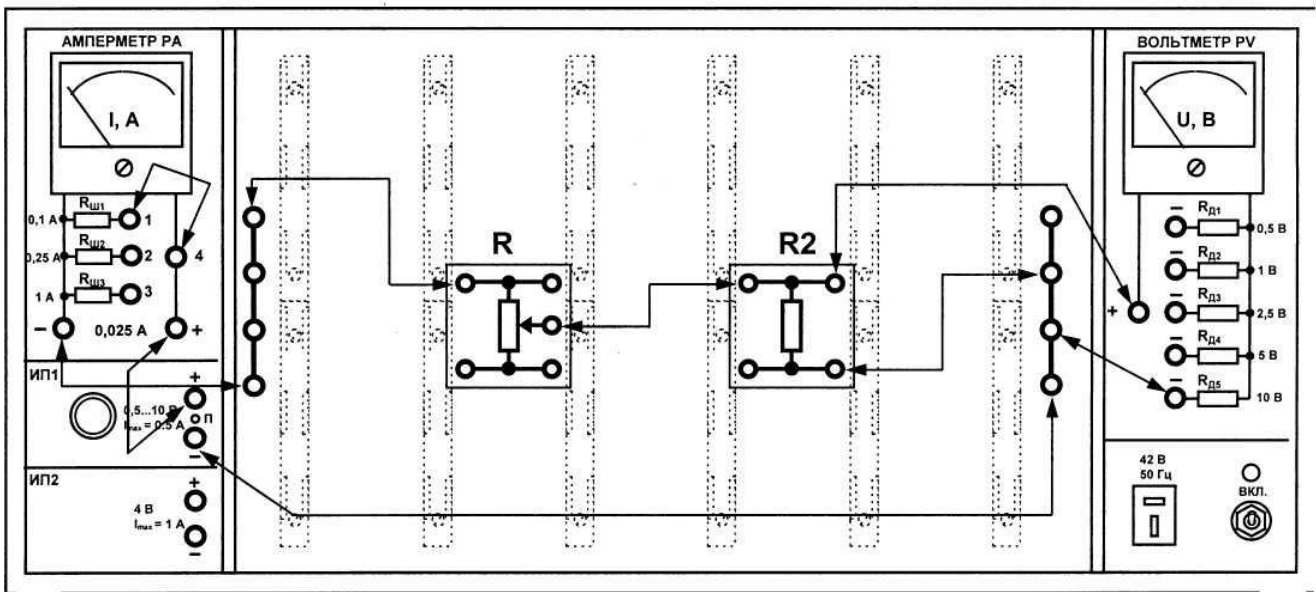

Рис. 1.
1. Соберите электрическую схему, пользуясь, рис. 1.